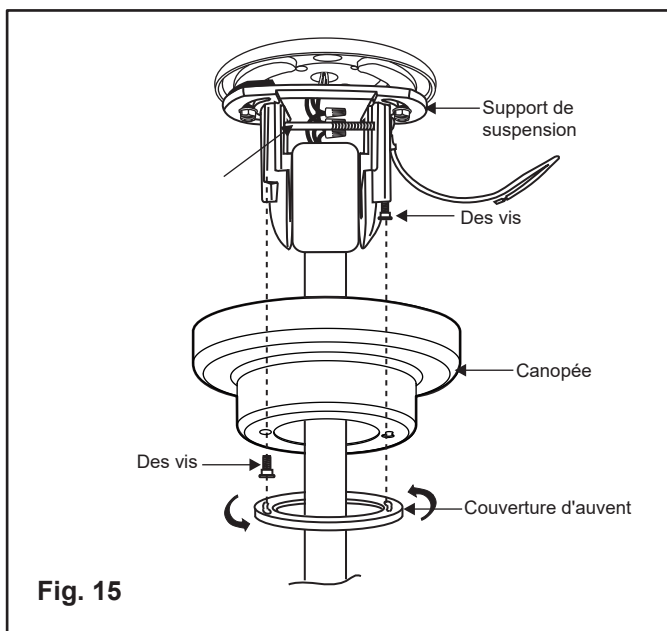

Fig. 15
4. Faites glisser l'auvent jusqu'au plafond et placez les vis de montage dans les trous de serrure situés sur la face de l'auvent. Faites pivoter la verrière dans le sens des aiguilles d'une montre. (Fig.15) Ensuite, tout en tenant le pavillon d'une main, faites glisser le couvercle des vis de montage sur les têtes des vis de montage et tournez-le dans le sens des aiguilles d'une montre jusqu'à ce qu'il soit bien serré. Si nécessaire, ajustez les vis du pavillon jusqu'à ce que le pavillon et le couvercle des vis de montage soient bien ajustés.